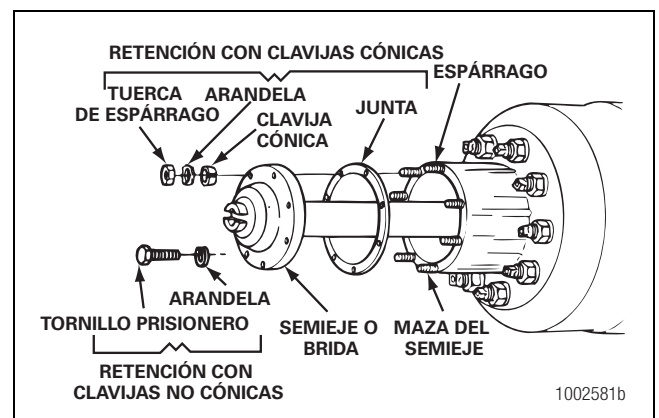

Figura 11.11
- Quite las tuercas de los espárragos o tornillos prisioneros y las arandelas de la brida del semieje. Figura 11.11.
- Afloje las clavijas cónicas, si así está equipado, de la brida del semieje. Figura 11.11.
9. Quite del conjunto del eje las clavijas cónicas, la junta, si se está utilizando, y el semieje. Figura 11.11.
5. Instale la junta, si se estuviera usando, y el semieje en la caja del eje y en el portadiferencial, en el mismo lugar de donde fue quitada. La junta y la brida del semieje deben estar planas contra la maza de la rueda. Gire el semieje o el sistema de transmisión según sea necesario para alinear las ranuras y los orificios de la brida con los espárragos de la maza. Figura 11.11.